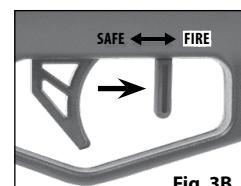

Fig. 3B
2. Der Sicherungshebel befindet sich in der Position **FEUER** (FIRE) und "**ENTSICHERT**" ("**OFF SAFE**"), wenn sich der Sicherungshebel in der vorderen Position "**FEUER**" (FIRE) befindet, und er nicht weiter nach vorne bewegt werden kann (Abb. 3B).